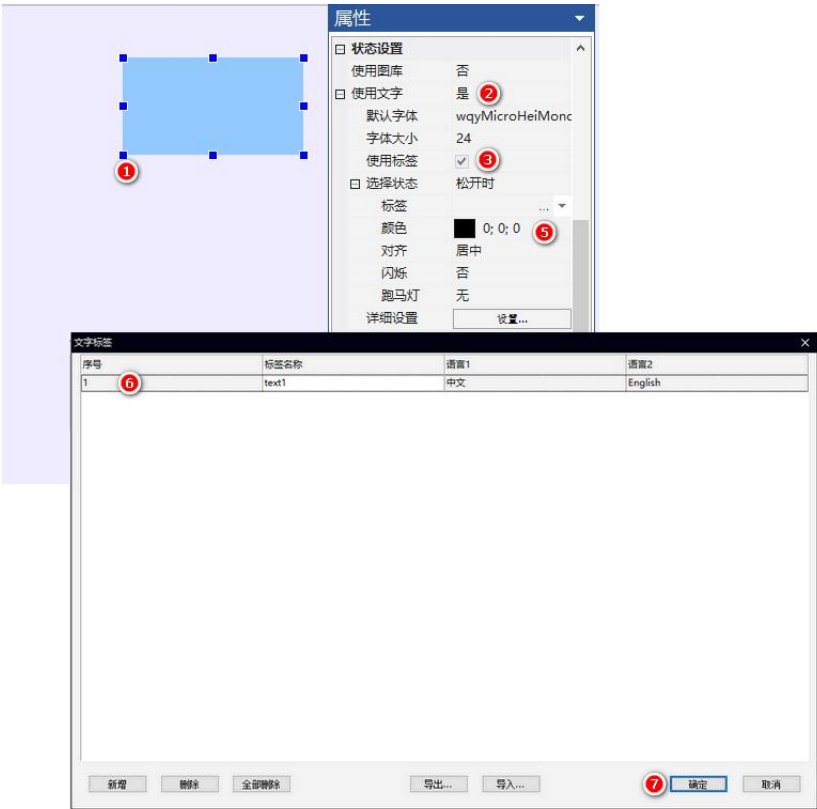

图 11-5 关联标签
2. 点击画面中多状态按钮，绑定“中文”标签，如图 11-5 所示